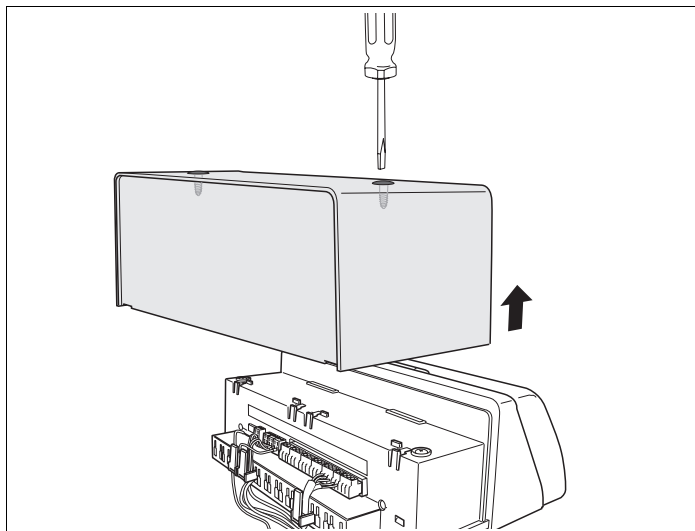

Fig. 5 Înlăturarea capacului detașabil
- Desfaceți 2 șuruburi de pe partea superioară a capacului detașabil (Fig. 5).